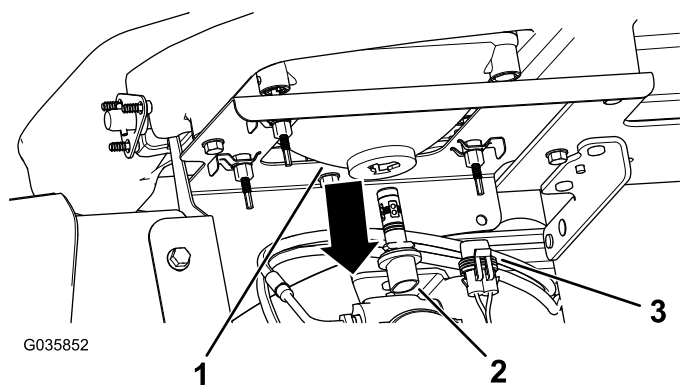

Figura 52
3. Desconecte el conector eléctrico del arnés de cables del conector de la lámpara, en la parte trasera de la carcasa del faro (Figura 52).
4. Retire el conjunto de la lámpara girándola  $\frac{1}{4}$  de vuelta en sentido antihorario y desplazándola hacia atrás (Figura 52).
conjunto de la lámpara con las ranuras de la carcasa del faro (Figura 52).
6. Sujete el conjunto de la lámpara girándola  $\frac{1}{4}$  de vuelta en sentido antihorario (Figura 52).
7. Conecte el conector eléctrico del arnés de cables al conector del conjunto de la lámpara nueva (Figura 52).